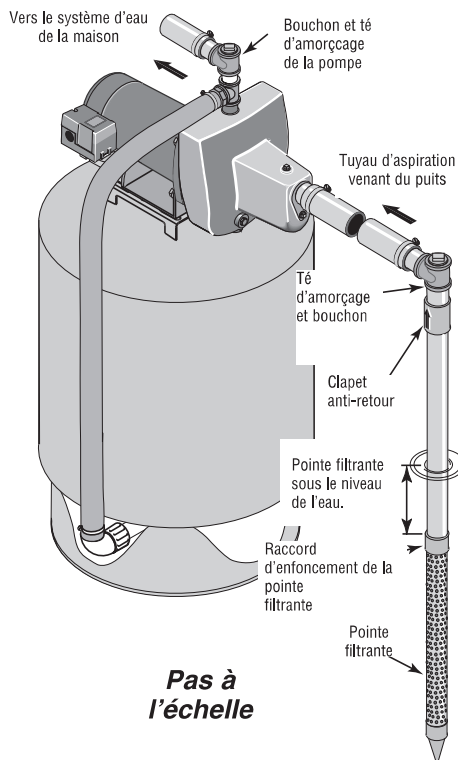

Figure 1: Installation avec une pointe filtrante
INSTALLATION DE LA POINTE FILTRANTE (Figure 1)
3. Utiliser le moins possible de raccords (en particulier des coudes) lorsque l'on branche la tuyauterie de la pointe filtrante sur l'orifice d'aspiration de la pompe. Le diamètre du tuyau d'aspiration doit être au moins aussi grand que le diamètre de l'orifice d'aspiration de la pompe (y compris le clapet anti-retour si la pompe n'en comporte pas un - voir la Figure 1). Supporter le tuyau de façon qu'il ne soit pas cintré afin qu'il n'exerce pas de contraintes sur le corps de la pompe; de plus, il doit être légèrement incliné vers le haut, du puits jusqu'à la pompe (les points hauts risquent de causer des poches et des bouchons d'air dans la pompe). Rendre étanches les raccords du tuyau d'aspiration avec du ruban d'étanchéité en PTFE pour filetage. Les raccords doivent être étanches à l'air et à l'eau. *Si le tuyau d'aspiration aspire de l'air, la pompe ne pompera pas l'eau du puits.* Si une pointe filtrante ne fournit pas suffisamment d'eau, considérer brancher deux ou trois pointes filtrantes sur un même tuyau d'aspiration.